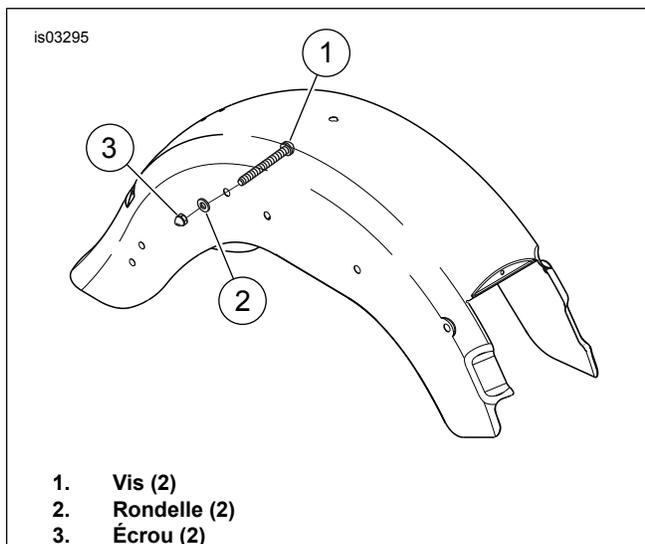

Figure 2. Installer la visserie (FLST)
- Voir Figure 2. Installer la sacoche en utilisant la vis (1) (du kit de pneu large), la rondelle (2) et l'écrou (3). Les vis sont installées depuis l'intérieur vers l'extérieur du garde-boue.